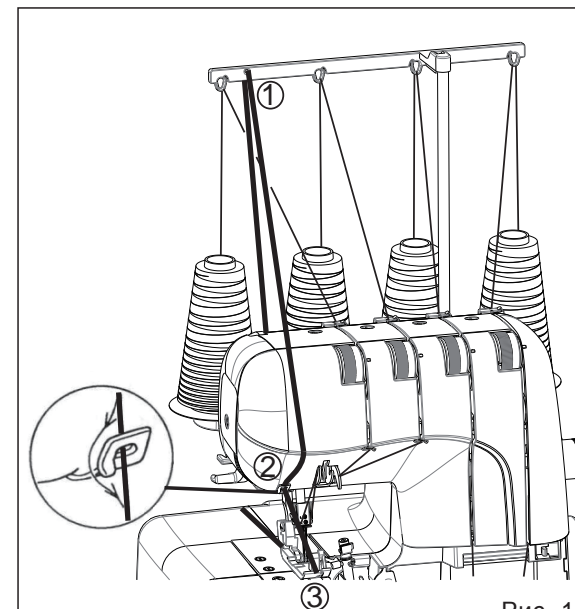

Рис. 1
1. Установите катушку с вкладным шнуром (в качестве шнура можно использовать тамбурную нить, каркасную нить, шерстяную или трикотажную нить или эластичную нить) позади подставки с катушкодержателями. Проведите вкладной шнур через направлятели для шнура (1) и (2), а затем через направлятель нити левой иглы (3) (см. рис. 1).